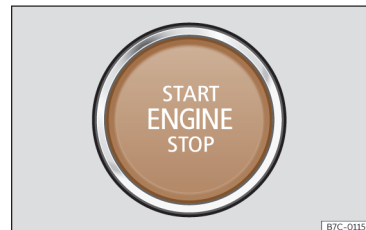

Fig. 89 Pulsador de arranque.
Al acceder al vehículo el pulsador de arranque >>> **fig. 89** parpadea para llamar la atención sobre él.
- Presione el pulsador de arranque >>> fig. 89 sin pisar el acelerador. Para que el motor arranque debe haber una llave válida en el vehículo. Tras arrancar el motor la iluminación del pulsador START ENGINE STOP se mantiene fija indicando que el motor está arrancado¹⁾.
- Presione brevemente el pulsador de arranque >>> **fig. 89**.